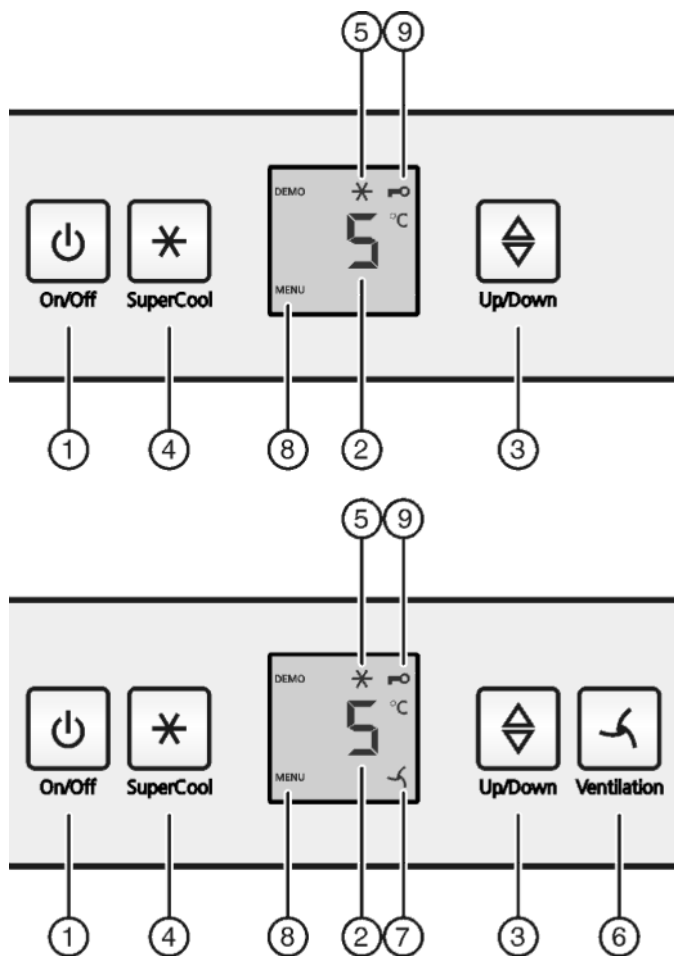

Fig. 2
- ▶ Nacisnąć przycisk On/Off Fig. 2 (1).
- ▶ Nacisnąć i przytrzymać przycisk SuperCool Fig. 2 (4) przez ok. 5 sekund.
- ▷ Na wskaźniku pojawia się symbol menu Fig. 2 (8).
- ▶ Krótko potwierdzić przyciskiem SuperCool Fig. 2 (4).
- ▷ Na wskaźniku świeci symbol zabezpieczenia przed dziećmi Fig. 2 (9).
- ▶ Krótko wcisnąć przycisk On/Off Fig. 2 (1).
- ▶ Wywoływanie funkcji temperatury: Nacisnąć przycisk ustawiania *Fig. 2 (3)*.
- ▶ Zmiana temperatury krokami po 1 °C: Tyle razy nacisnąć przycisk ustawiania *Fig. 2 (3)*, aż na wskaźniku temperatury pojawi się żądana temperatura.
- ▶ krótko nacisnąć przycisk SuperCool *Fig. 2 (4)*.
- ▷ Na wskaźniku świeci symbol SuperCool *Fig. 2 (5)*.
- ▷ Na wskaźniku gaśnie symbol SuperCool *Fig. 2 (5)*.
- ▶ Krótko nacisnąć przycisk wentylatora *Fig. 2 (6)*.
- ▷ Świeci symbol wentylatora *Fig. 2 (7)*.
- ▷ Symbol wentylatora *Fig. 2 (7)* znika.